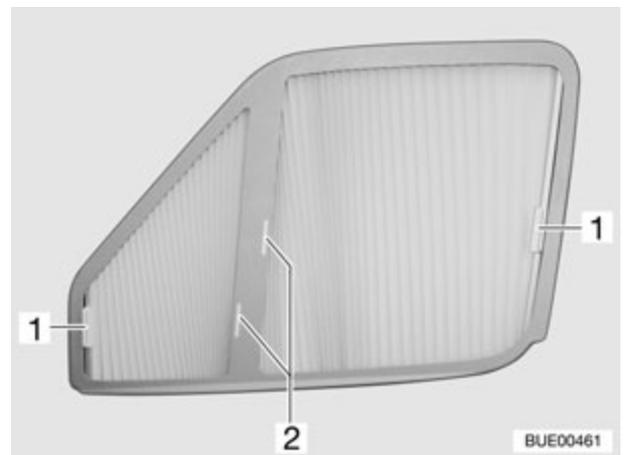

Fig. 44 Dispositif occultant plissé pour la fenêtre côté conducteur/passager (variante 1)
- Pousser la poignée (Fig. 44,1) sur la pièce de fixation (Fig. 44,2). Le dispositif occultant plissé est bloqué.